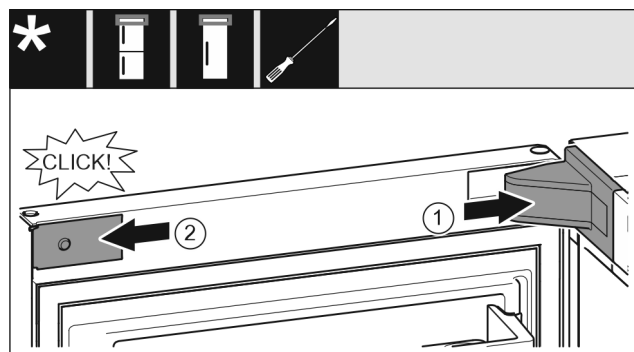

Fig. 25
- Установите и зафиксируйте крышку опорного кронштейна Fig. 25 (1), при необходимости осторожно разожмите ее.
- Установите накладку Fig. 25 (2) сбоку и зафиксируйте.